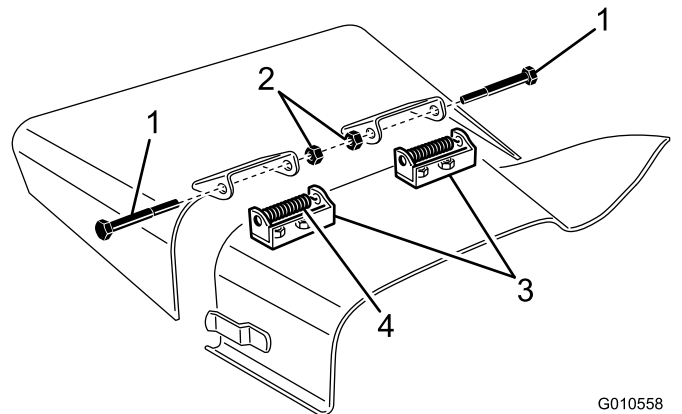

Figure 31
4. Enlevez les 2 vis, contre-écrous et ressorts qui fixent les supports du déflecteur aux supports de pivot (Figure 31).
5. Pour déposer les supports de pivot, retirez les vis de carrosserie et les écrous (Figure 31).